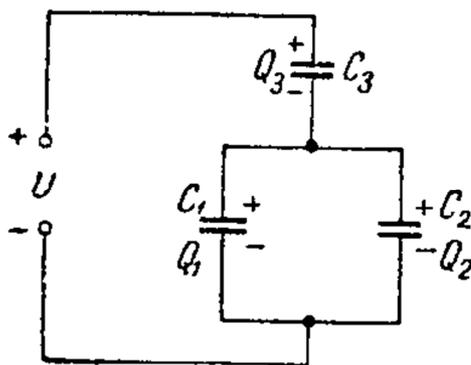

Рис. 2
**Задача 1.** Определить заряд и энергию каждого конденсатора на рис. 2, если система подключена в сеть с напряжением  $U = 240$  В. Емкости конденсаторов:  $C_1 = 50$  мкФ;  $C_2 = 150$  мкФ;  $C_3 = 300$  мкФ.